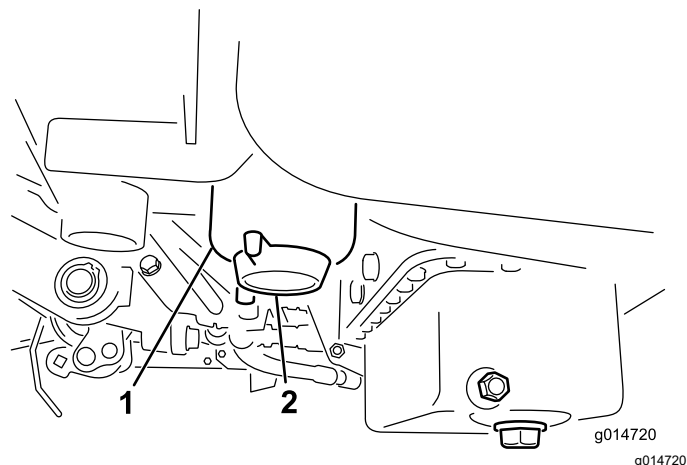

Figura 39
2. Curățați zona de montare a recipientului filtrului (**Figura 39**).
4. Deschideți buonul de golire al filtrului (**Figura 39**).